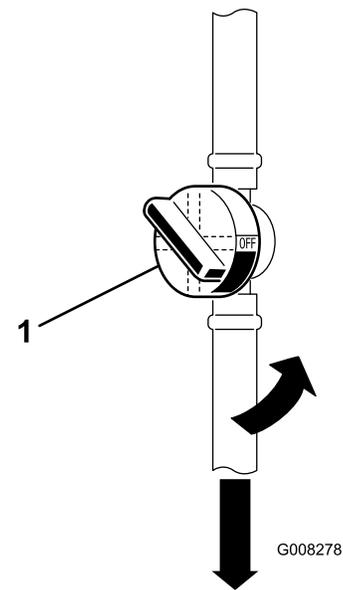

Figure 29
- 7. Pincez les extrémités des colliers et faites glisser ceux-ci pour les éloigner du filtre usagé (Figure 29).
- 6. Fermez le robinet d'arrivée de carburant (Figure 29).